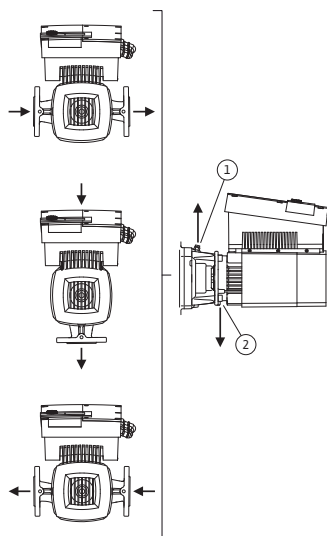

Fig. 23: Posiciones de montaje admisibles con eje del motor horizontal
Las posiciones de montaje admisibles con eje del motor horizontal y módulo electrónico aparecen representadas arriba (0°) en la Fig. 23. No salen en la figura las posiciones de montaje admisibles con el módulo electrónico montado lateralmente (+/- 90°). Cualquier posición de montaje es admisible, excepto montar el módulo electrónico orientado hacia abajo (- 180°). La purga de la bomba solo queda garantizada si la válvula de ventilación se orienta hacia arriba (Fig. 23, pos. 1).
Solo en esta posición (0°) se pueden evacuar de forma controlada los condensados producidos a través del orificio existente, tanto en la linterna de la bomba como en el motor (Fig. 23, pos. 2).
- Con el eje del motor en horizontal, el orificio de condensación debe estar hacia abajo (Fig. 23, pos.2). Si no es así, gire el motor convenientemente.